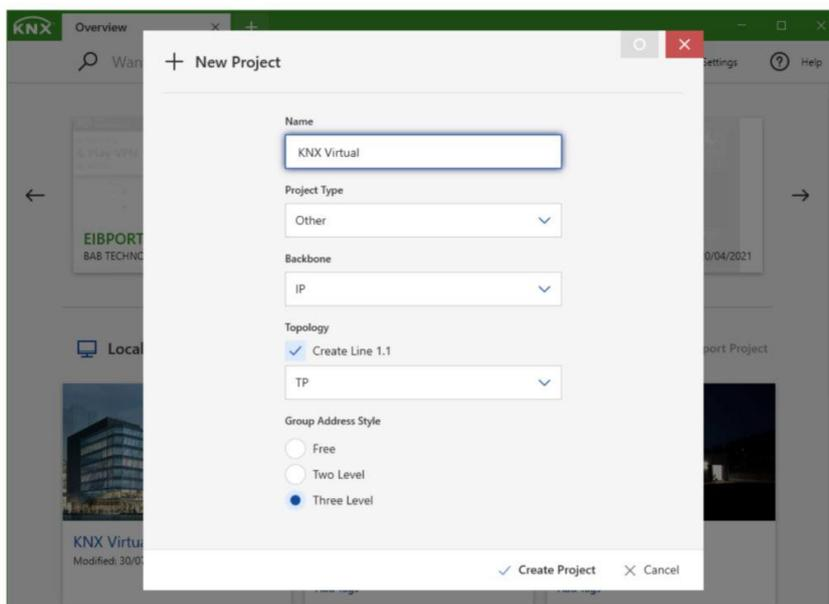

Рис. 14 Задание имени новому проекту
Затем вы можете дать проекту имя. Остальные параметры оставьте по умолчанию, рис. 14. Здесь магистральная линия задана как IP, это необходимо, потому что между создаваемой топологией на основе витой пары (TP) и виртуальным стендом через интерфейс